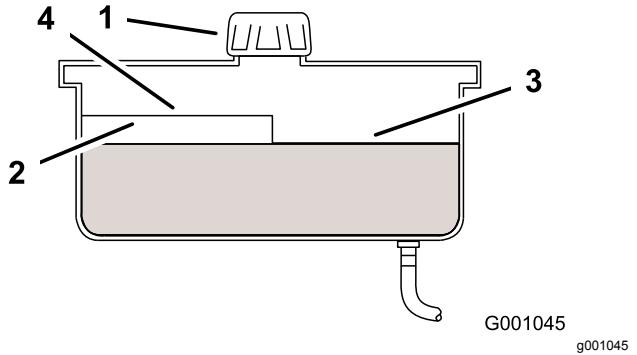

Figura 52
4. Pulite l'area attorno al tappo e al collo del bocchettone del serbatoio idraulico (Figura 52).
5. Togliete il tappo dal collo di riempimento. Guardate all'interno per verificare se il serbatoio contiene del fluido (Figura 52).